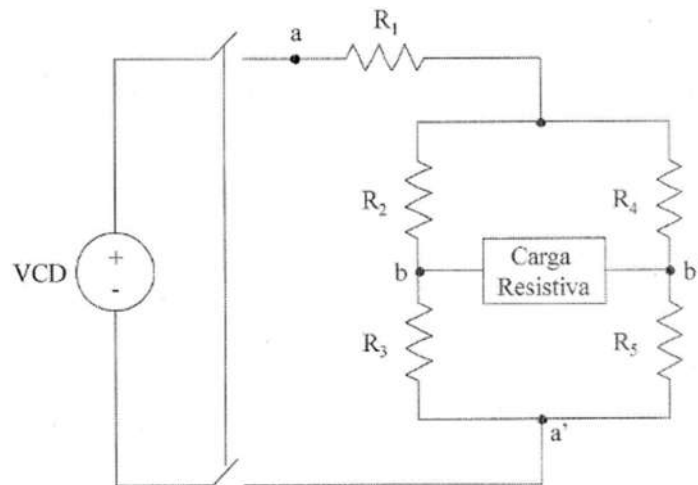

Figura. 1 Circuito Teorema de Thevenin
- 2.- Arme el circuito de la Figura 1, en protoboard CD y con las lámparas incandescentes CA.
Figura 1 circuitos integrados
Es importante decir que estos dispositivos figura 1 son extremadamente versátiles y en la actualidad se están empleando como bloques clave de construcción en una amplia variedad de sistemas modernos de instrumentación y control. Ya que una de sus principales funciones es procesar señales que son alimentadas a sus entradas.